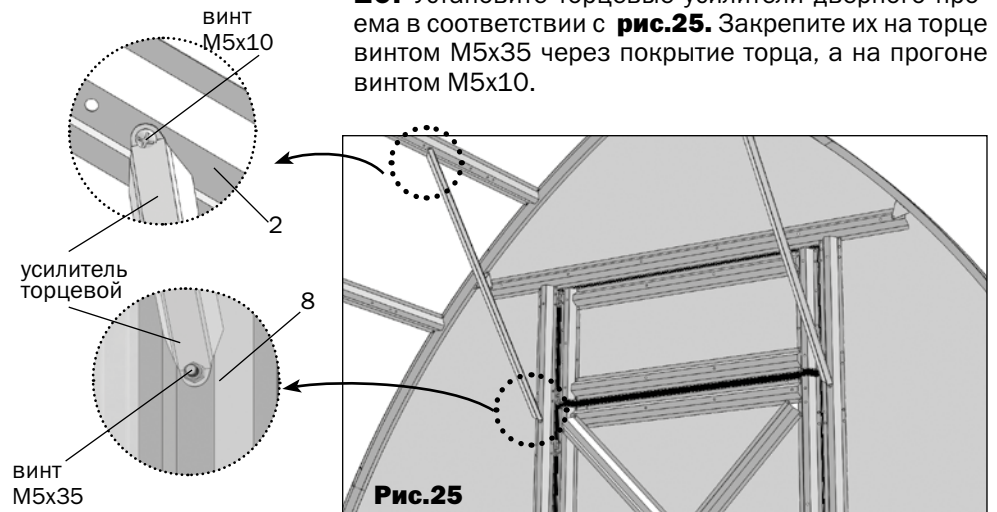

Рис.25
10. Установите торцевые усилители дверного проема в соответствии с рис.25. Закрепите их на торце винтом M5x35 через покрытие торца, а на прогоне винтом M5x10.